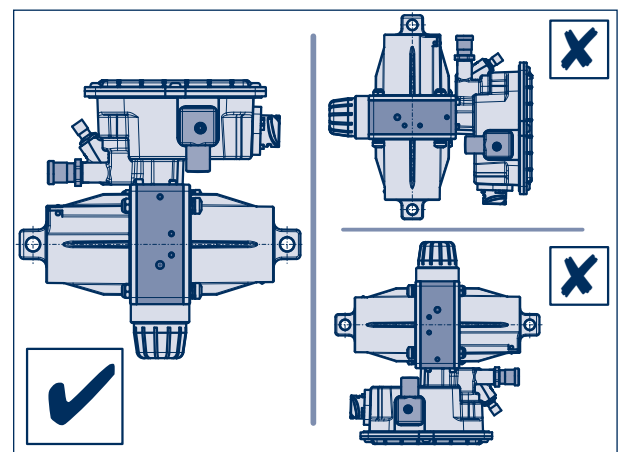

Bild 12
- [5] AirSave Control Box mit den Befestigungsschrauben und der Zwischenlage in die Bohrungen am Rahmen einsetzen. Hierbei auf richtige Ausrichtung der Control Box achten, siehe Bild 12.